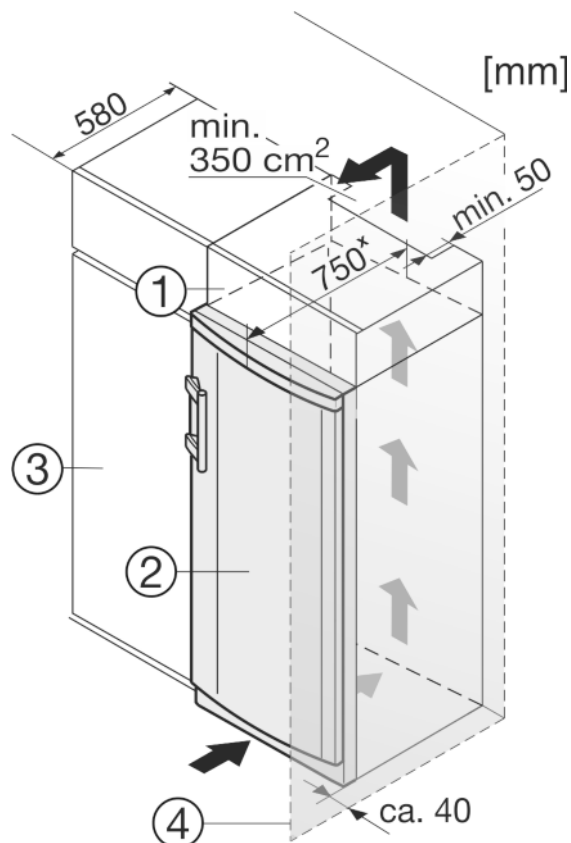

Fig. 9
Устройство может быть окружено предметами кухонной обстановки. Чтобы уравнивать устройство Fig. 9 (2) по высоте с кухонной стенкой, можно установить над устройством соответствующий дополнительный шкафчик Fig. 9 (1).
Если устройство установлено на шарнирах у стены *Fig. 9 (4)*, то расстояние между устройством и стеной должно быть не менее 40 мм. Настолько выступает ручка при открытой дверице.